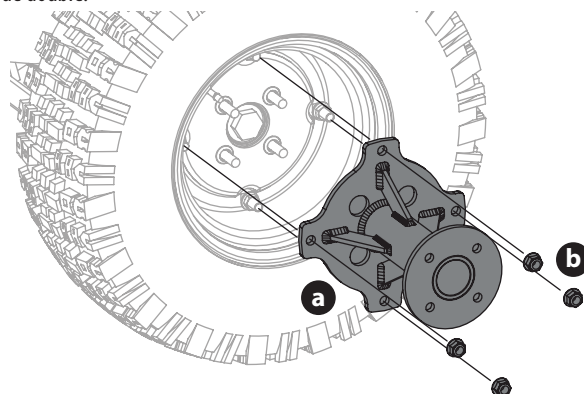

Fig. 52
2. Si nécessaire, retirez l'adaptateur de roue double (a) en retirant les quatre écrous de blocage de la bride (b) (Fig. 52).